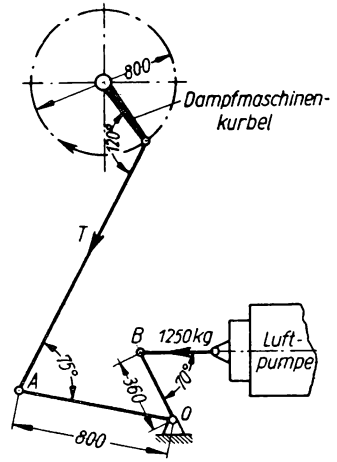

Bild 128
**263.** Eine Kondensator-Luftpumpe, im Keller aufgestellt, wird von oben durch die Dampfmaschinenkurbel unter Vermittlung des Winkelhebels  $AOB$  (Bild 128) angetrieben, und zwar soll auf den Kolben beim Saughube eine Zugkraft 1250 kg übertragen werden. Zu berechnen ist a) der Hebelarm der Kolben-